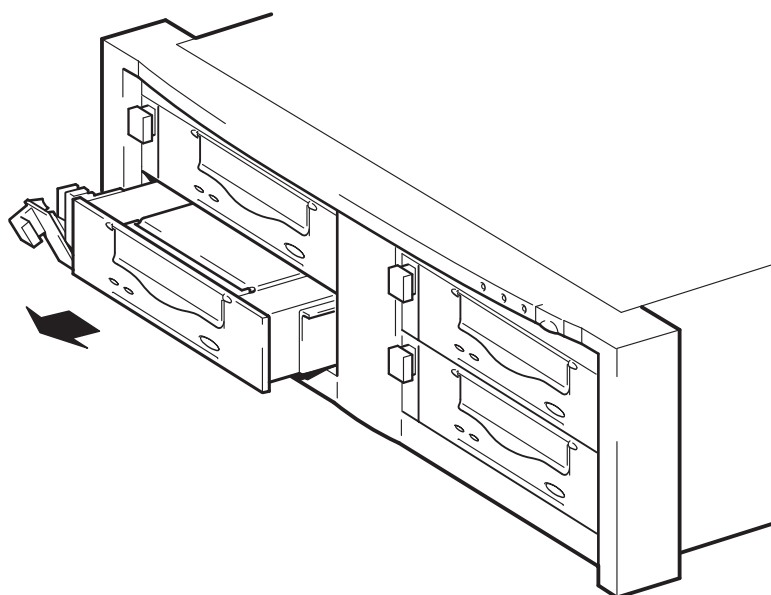

図 9b: ドライブを取外す
- 2 取外しレバーを使用するときは、ドライブをテープ・アレイから慎重にしっかりと引き抜いてください。（図 9b を参照）。